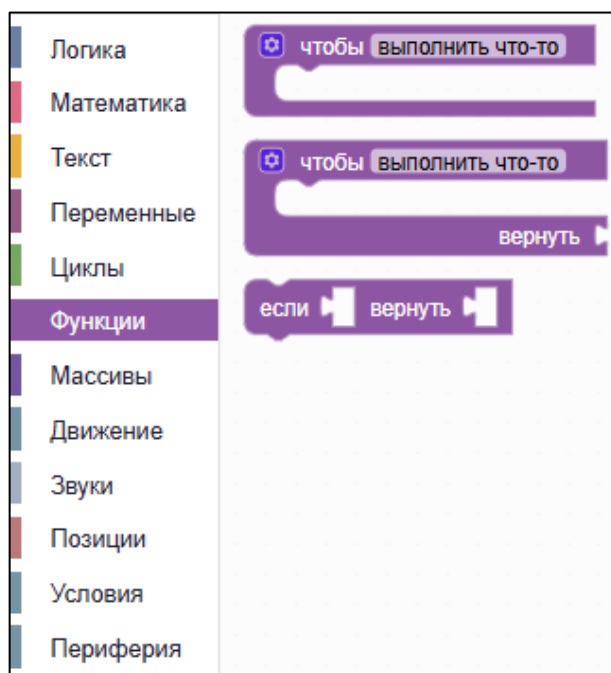

Рисунок II-17 – Раздел «Функции»
- Раздел «Функции» – набор блоков с функциональными командами (см. Рисунок II-17).